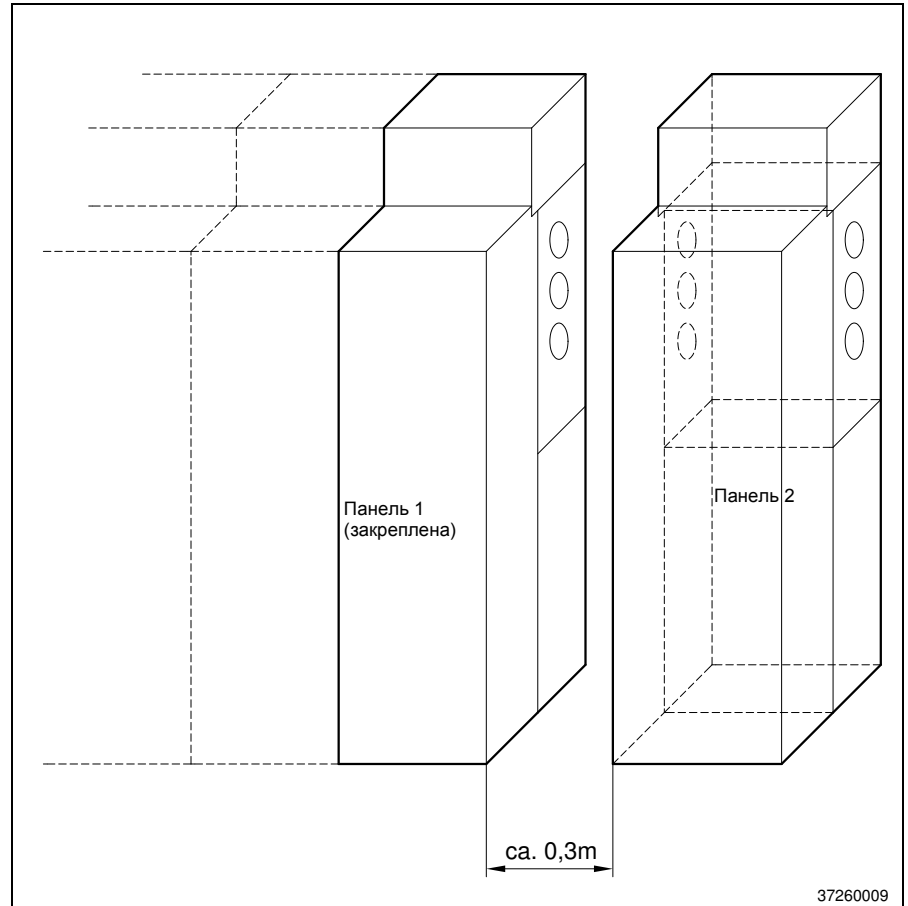

Рис. 20
Установка в секцию панелей GAE630 выполняется преимущественно в правую сторону. Для простоты изложения далее левая панель обозначается «панель 1», а правая панель — «панель 2» (Рис. 20).
2. Установите панель 2 на расстоянии ок. 0,3 м справа от панели 1 (Рис. 20). При установке соблюдайте указания главы «Транспортировка и установка» в руководстве по эксплуатации соответствующей панели GAE.